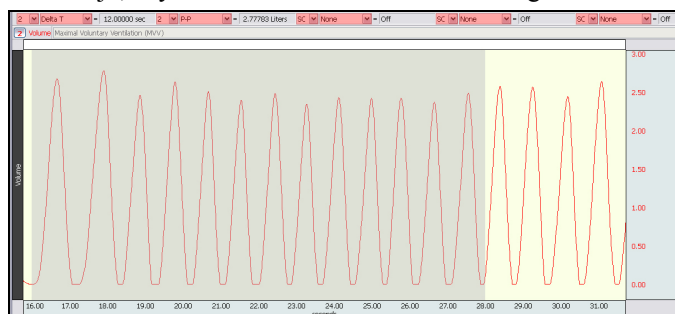
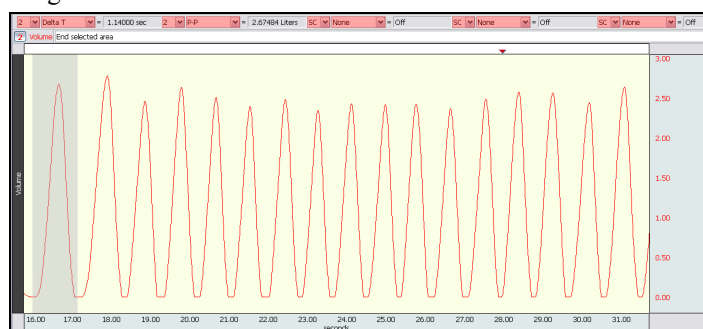

Fig. 13.26 Ejemplo de selección de 12 segundos
Fig. 13.28 Ejemplo de selección del primer ciclo
- Use el **Cursor-I** para seleccionar un área de doce segundos que sea conveniente para contar el número de ciclos en el intervalo (Fig. 13.26).
Fig.13.28 muestra el primer ciclo del intervalo de 12-segundos definidos en la Fig. 13.26 seleccionada: